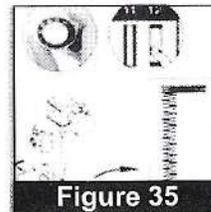

Figure 35
4. Levante el pie de presser. Gire el tejido para que usted ahora coserá en sentido contrario. (Figure 35)